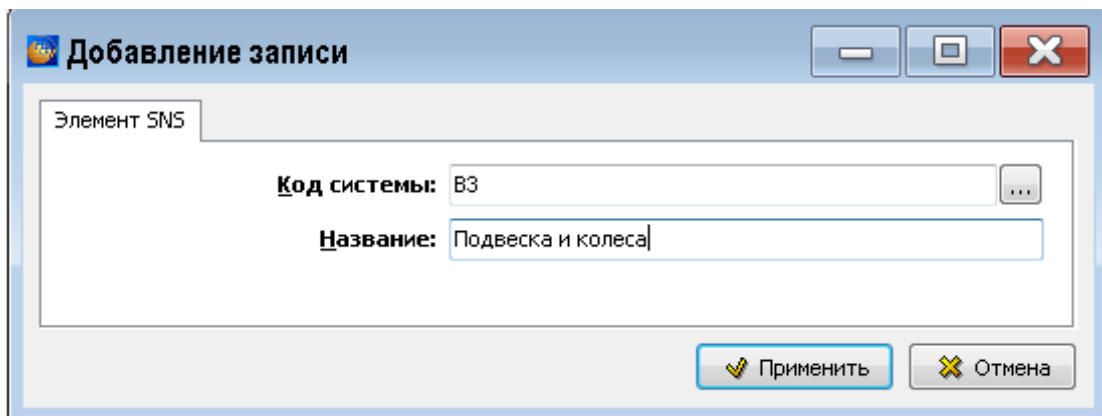

Рисунок 971
4) В окне **Добавление записи** введите код и название системы (рисунок 971).